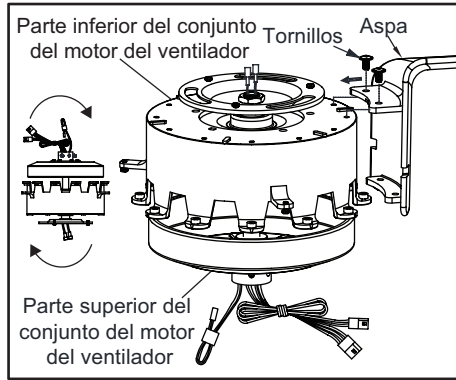

Figura 5
2. Repite estos pasos para ensamblar las aspas restantes. (Figura 5)